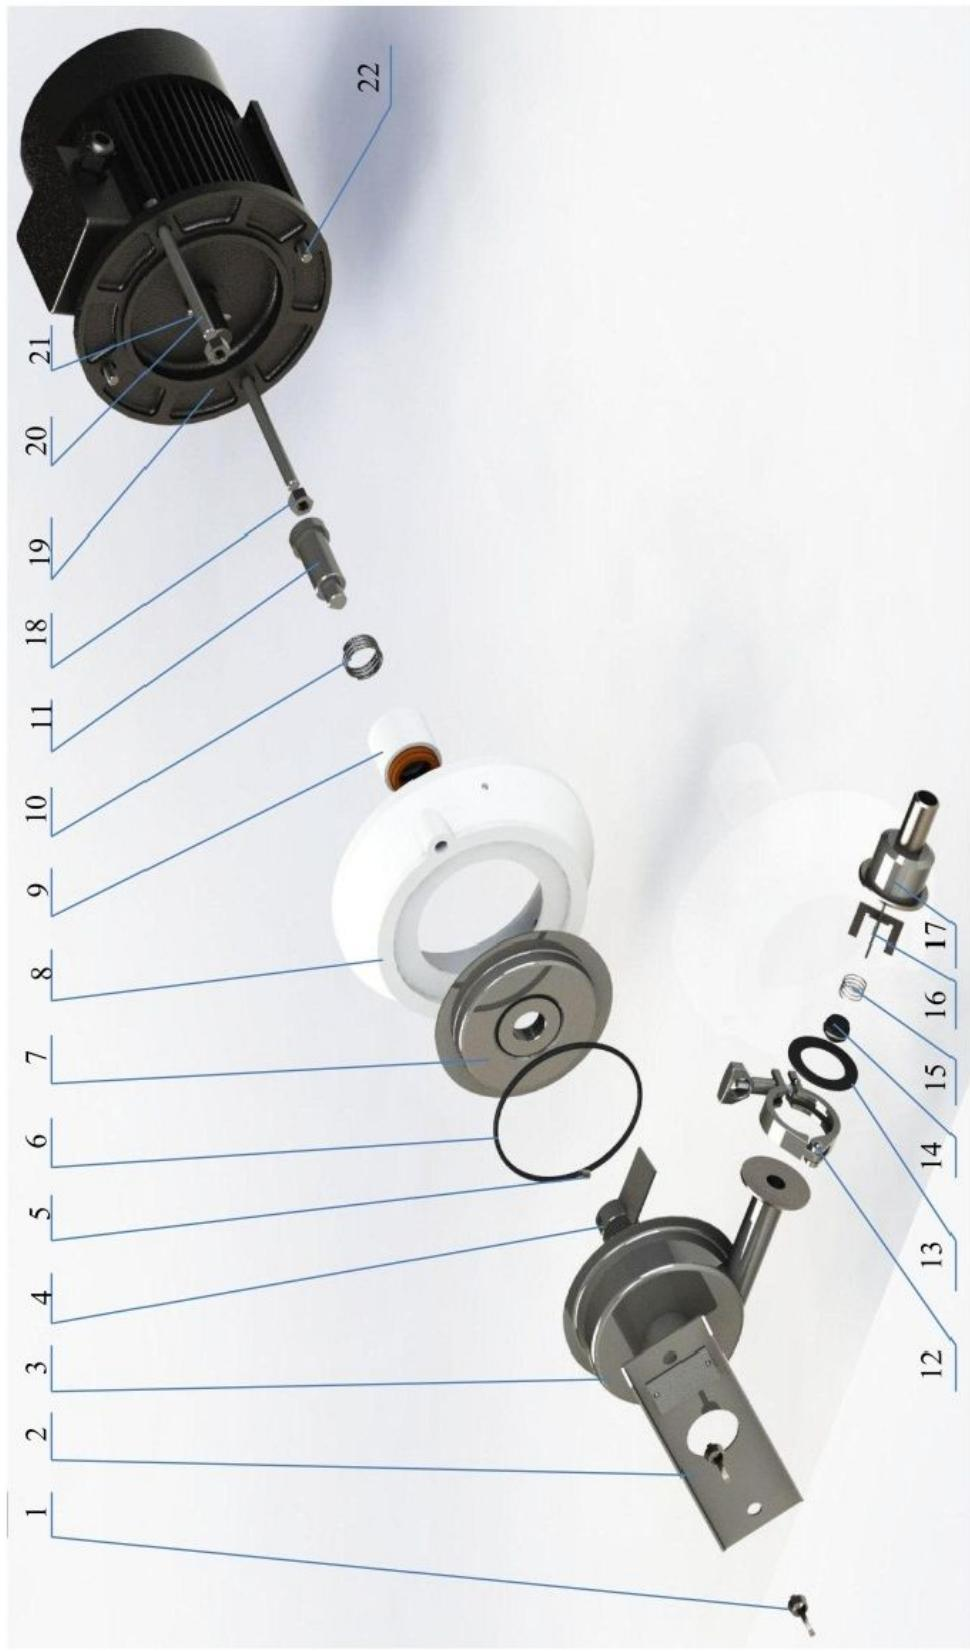

Рис.1 Насос молочный универсальный HMU-6N/10 ГДЗ-01
- Снять корпус 3, крыльчатку 4 и тарелку 7, предварительно отвинтив гайки 1 (рис. 1). С тарелки снять кольцо 6.
- Снять уплотнитель наконечника 9 и пружину 10 (рис. 1).